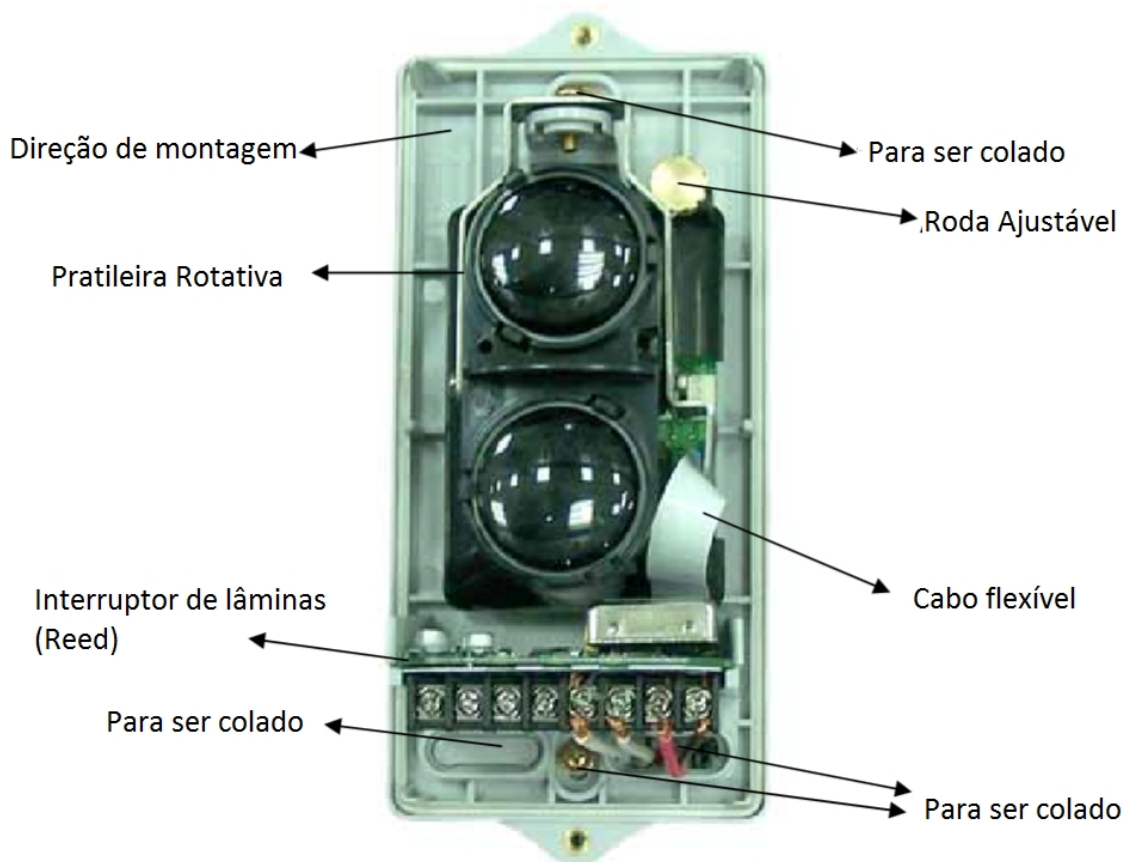

Fig. 2- Dispositivos internos e posições para serem coladas
(2) Dispositivos internos dos detectores e posições a serem colcados são exibidas na Fig. 2.
Nota: se o detector for montado em um ambiente especial onde há ligeira poeira ou onde é úmido, selar as quatro posições montadas exibidas na fig 2(dois furos de montagem e dois furos de entrada de fiação de entrada (wire-in)) com cola de vidro ou gel de sílica após o detector ser fixado e a instalação elétrica for terminada para assegurar o funcionamento do detector de forma estável.